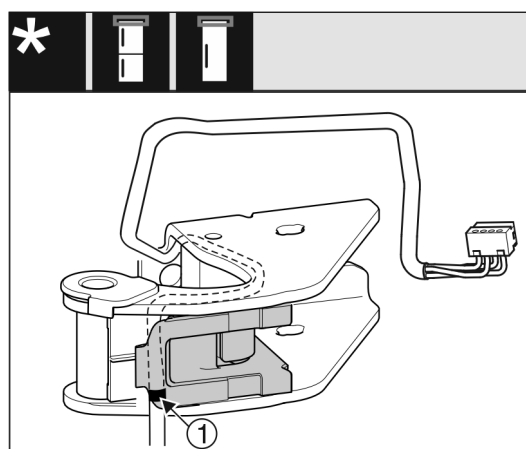

Fig. 28
- ▶ Mittmarkeringen måste ligga på kabelhållarens kant Fig. 28 (1).